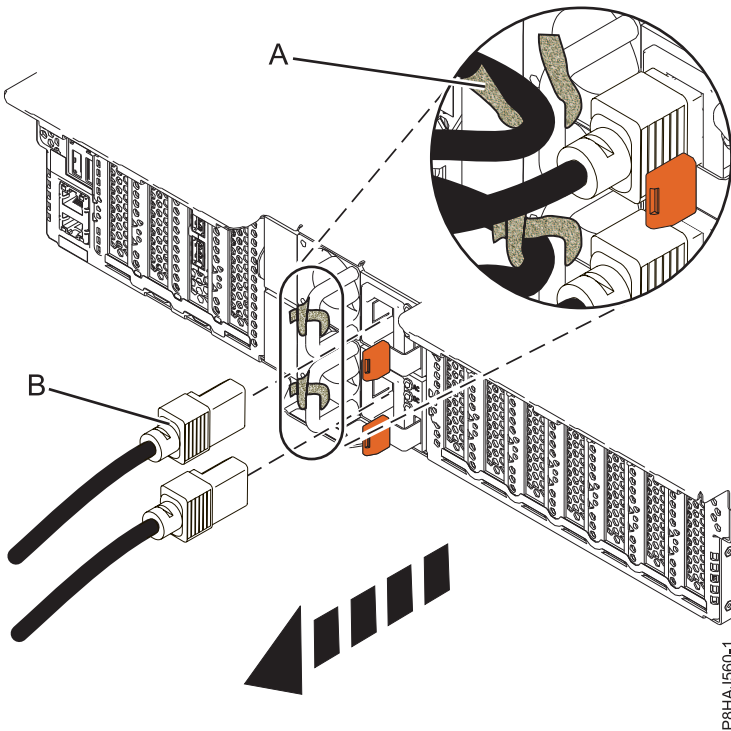
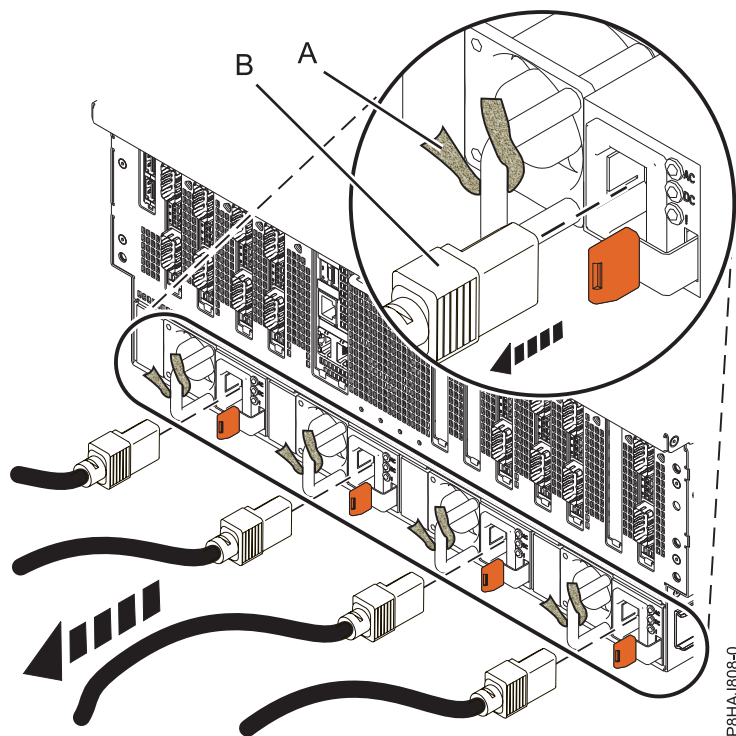

Figure 53. Retrait des cordons d'alimentation d'un système 5148-21L, 5148-22L, 8247-21L, 8247-22L, 8284-21A ou 8284-22A
Figure 54. Retrait des cordons d'alimentation d'un système 8408-44E ou 8408-E8E
3. Débranchez les cordons d'alimentation (**B**) de l'unité centrale. Voir les figures figure 52, à la page 68, figure 53, à la page 68 ou figure 54, à la page 69 selon le type de votre système.